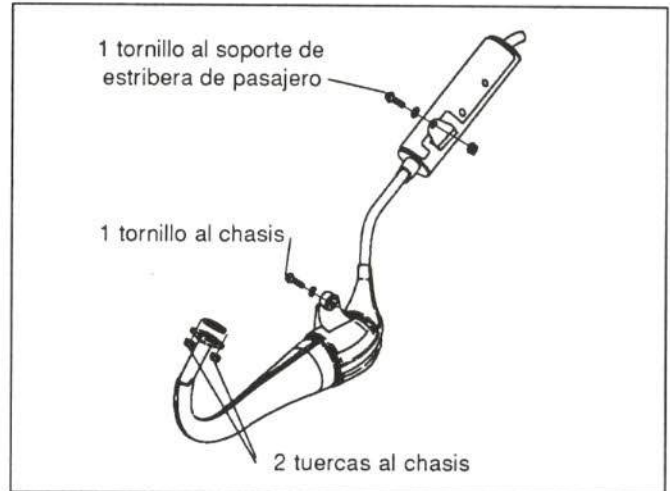

Figura 37.- Fijación del escape
- En la figura 37 se muestra su fijación.